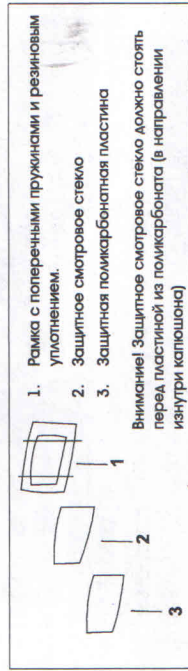

Рис. 3
5.4. Смотровое защитное стекло 2 и поликарбонатная пластина 3 в капюшоне закрепляется с внутренней стороны двумя стальными откидными пластинчатыми пружинами, установленными на рамку 1. Защитное смотровое стекло опирается по своему периметру на резиновую прокладку (рис. 3).